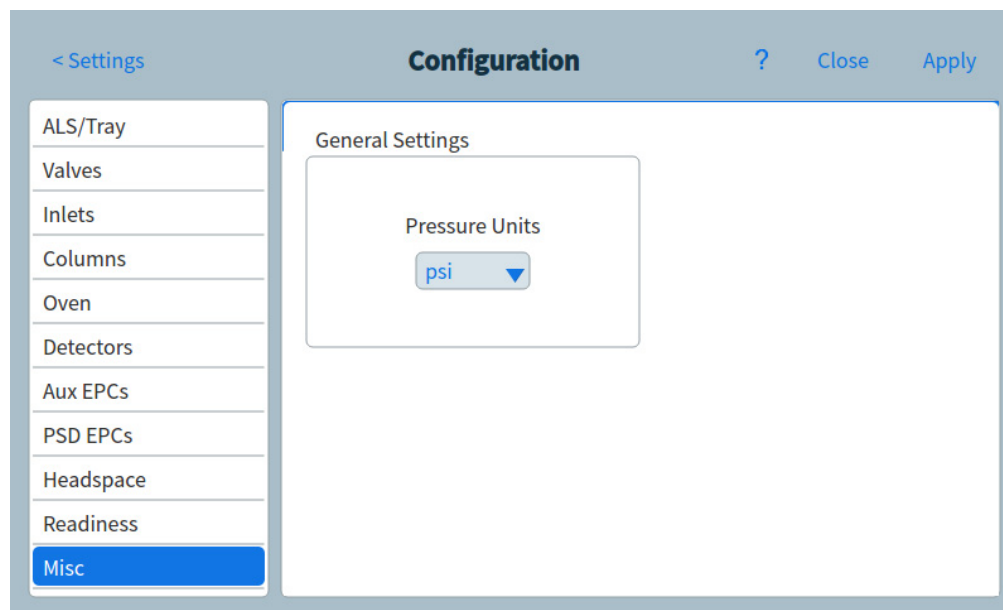

Figura 73. Pagina impostazioni varie
- 1 Selezionare **Settings > Configuration > Misc.** Consultare **Figura 73**.